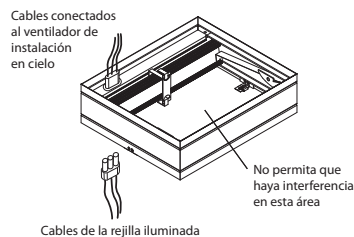

Figura 3 — Enchufe Eléctrico para el Juego de Rejillas Iluminado
2. Si utiliza el juego de rejillas iluminado Dayton, asegúrese de que el cortafuegos contra radiación de instalación en cielo tenga un enchufe eléctrico. El enchufe eléctrico se debe insertar en el ventilador. Asegúrese de que los cables eléctricos no interfieran con el funcionamiento del cortafuegos. Consulte la Figura 3.